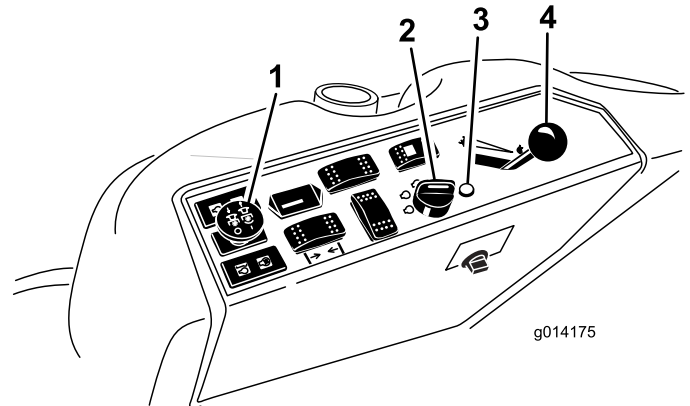

Bild 13
- Schieben Sie den Zapfwellenantriebsschalter auf „Aus“ (Bild 13).
- Bewegen Sie den Gasbedienungshebel in die Mittelstellung zwischen Langsam und Schnell (Bild 13).